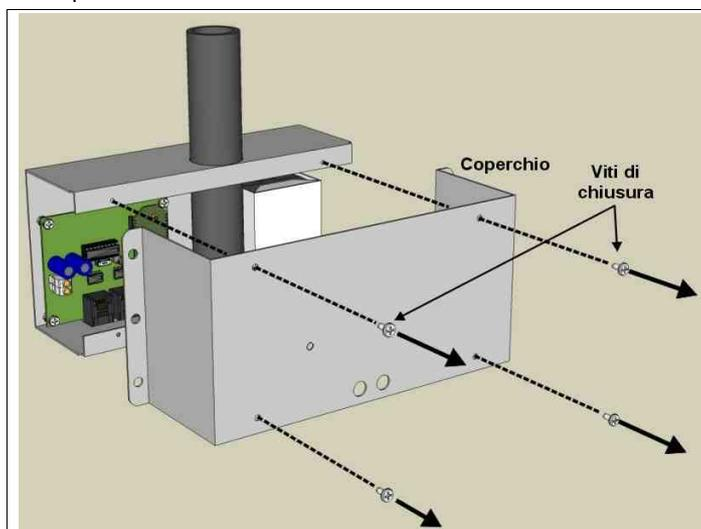

Fig. 9: Apertura del coperchio
2. Rimuovere il Ricevitore Radio dalla parete (Fig. 6) e quindi svitare le 4 viti frontali di chiusura (Fig. 9) per togliere il coperchio.